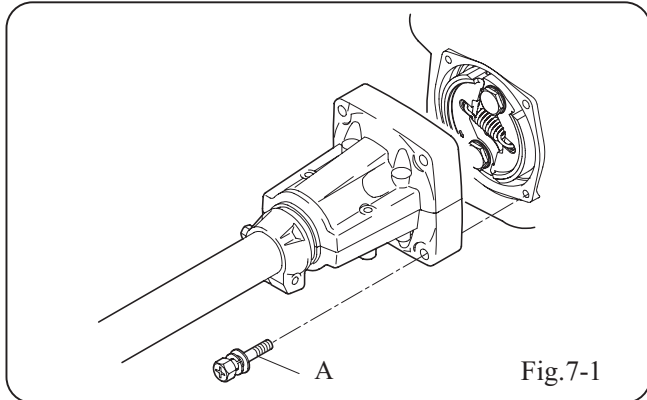

Fig.7-1
1. Assembler le moteur dans le logement de l'arbre. S'assurer que l'arbre est pleinement et correctement ajusté jusqu'au fût, puis resserrer les quatre vis A. (Fig. 7-1)